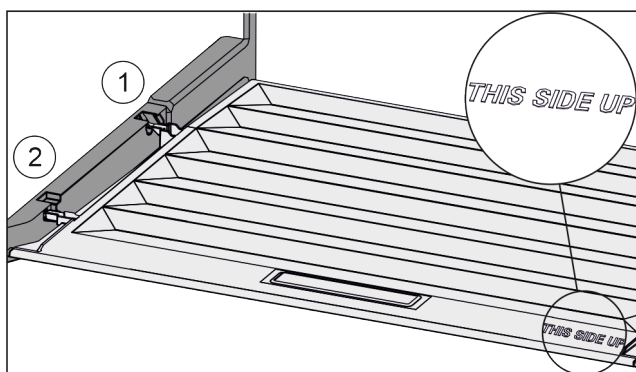

Fig. 46
- ▶ Sätt in lockbygeln över öppningen för den bakre hållaren Fig. 46 (1) och fäst den fram till i hållaren Fig. 46 (2).